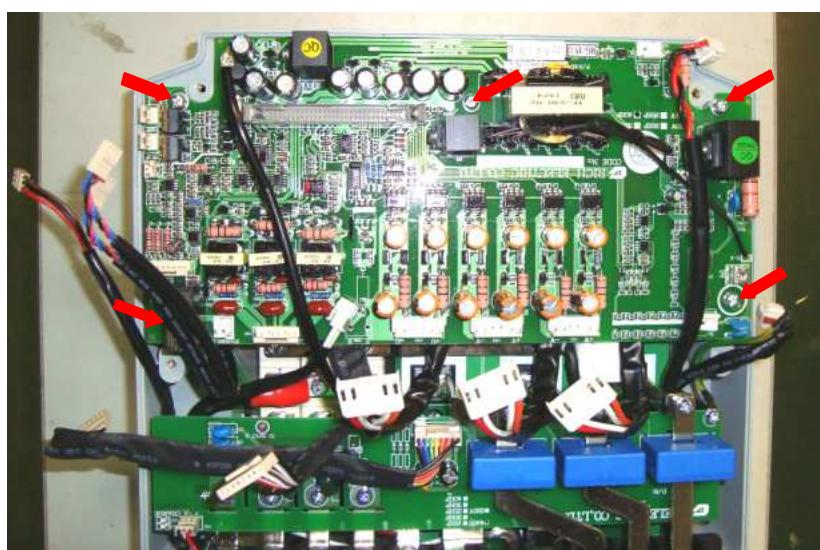

Рис. 7.17
- 7.9.3. Расположить плату драйверов, как показано на рис. 7.17 и прикрутить ее пятью винтами (рис. 7.17, красные стрелки).